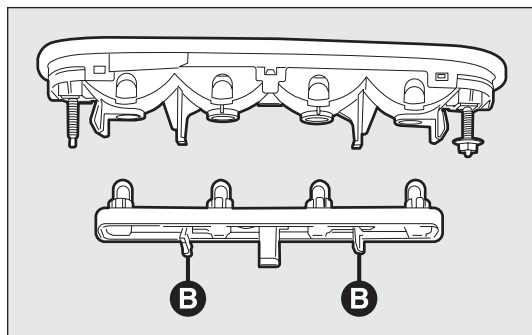

рис. 197
- надавите в противоположном направлении на язычки В – рис. 197 и снимите патрон;